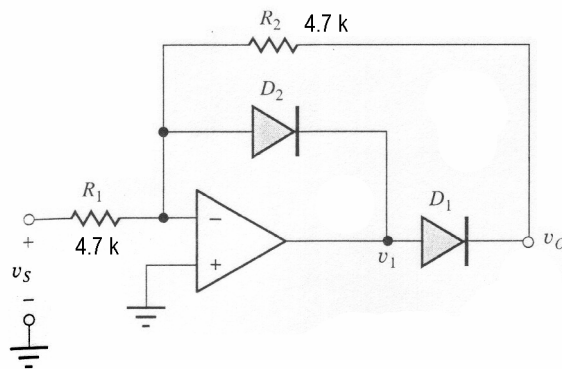

Figura 3 Configurazione senza saturazione
Il problema della saturazione può essere aggirato tramite la configurazione circuitale di Figura 3, che realizza sempre un raddrizzatore di precisione a singola semionda.
- Montare il circuito di figura 3
Figura 11 montaggio suggerito per il circuito di Figura 3